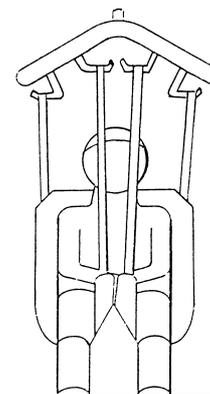

Abb. 8
Die LED-Anzeige (**Abb. 8, Pos. 5**) gibt den Ladezustand der Akkumulatoren an. ACHTUNG! Wenn die Anzeige einen niedrigen Ladezustand zeigt, sind die Akkus unverzüglich zu laden.
- Die Gurte des Rückenteils werden nun in die äußeren Haken des Drehbügels eingehängt (**Abb. 8**).